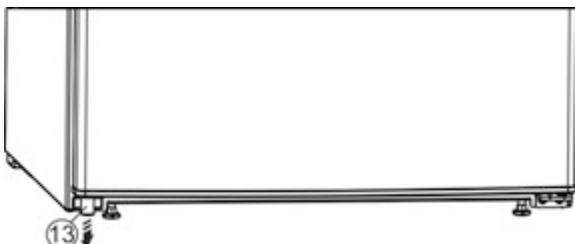

Fig. 14 \*
- ▶ Дістаньте з дверцят розпірку Fig. 14 (13) внизу зліва.\*